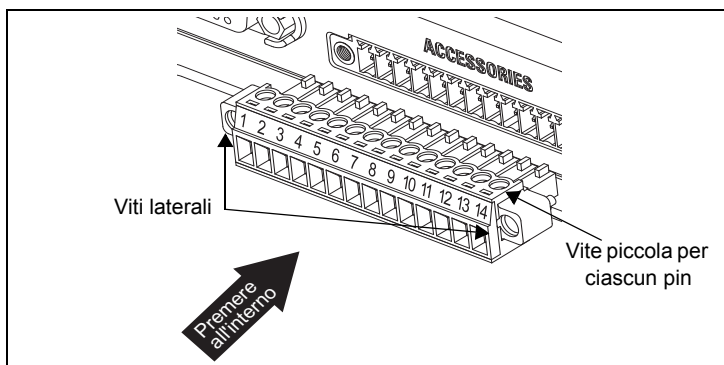

Figura 10: Installazione del connettore maschio per gli accessori
3. Stringere la vite piccola su ciascun pin dopo aver inserito il cavo per accertarsi che sia fissato saldamente. Vedere la Figura 10.